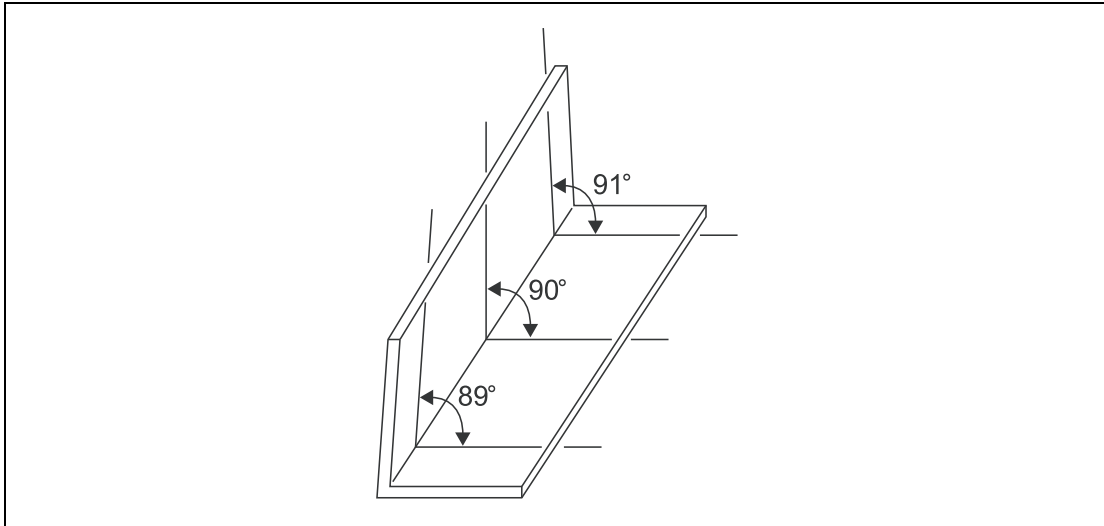

Abb. 7-118 Ungleichmäßigen Abkantwinkel korrigieren
- Zur Korrektur des ungleichmäßigen Abkantwinkels (Abb. 7-118) folgendermaßen verfahren: